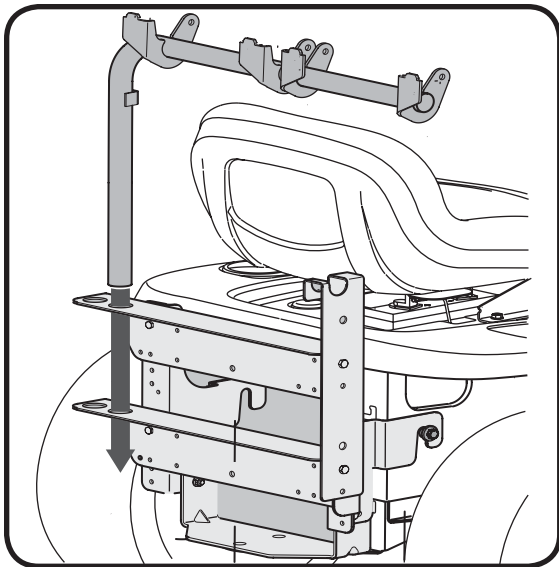

Figure 17
1. Placez le tube support en position à l'arrière de l'unité en glissant le tube dans les orifices situés à gauche du support de fixation. Utilisez l'orifice intérieur du support de fixation, quelle que soit la taille du plateau de coupe dont votre tracteur est équipé. Consultez la Figure 17.